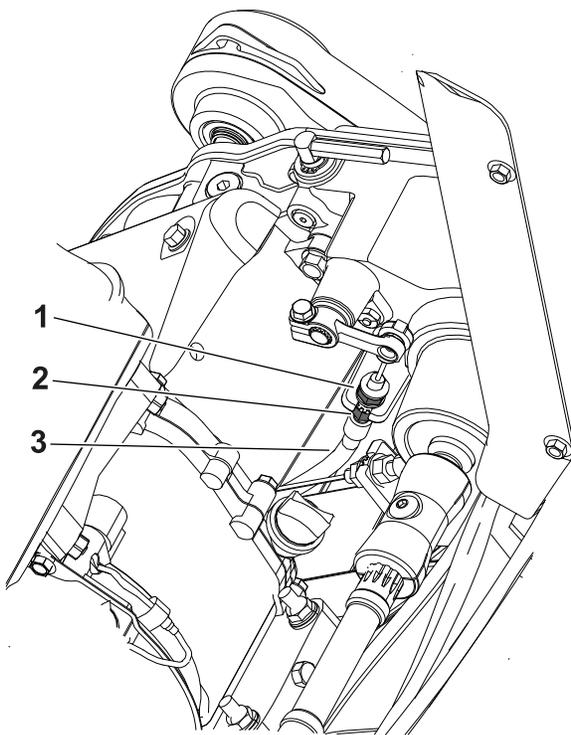

**Figura 35**
2. Afloje las contratueras y ajuste el cable de tracción hasta que quede un espacio de 1,1 mm entre el disco de fricción y el plato de presión (Figura 34 y Figura 35).